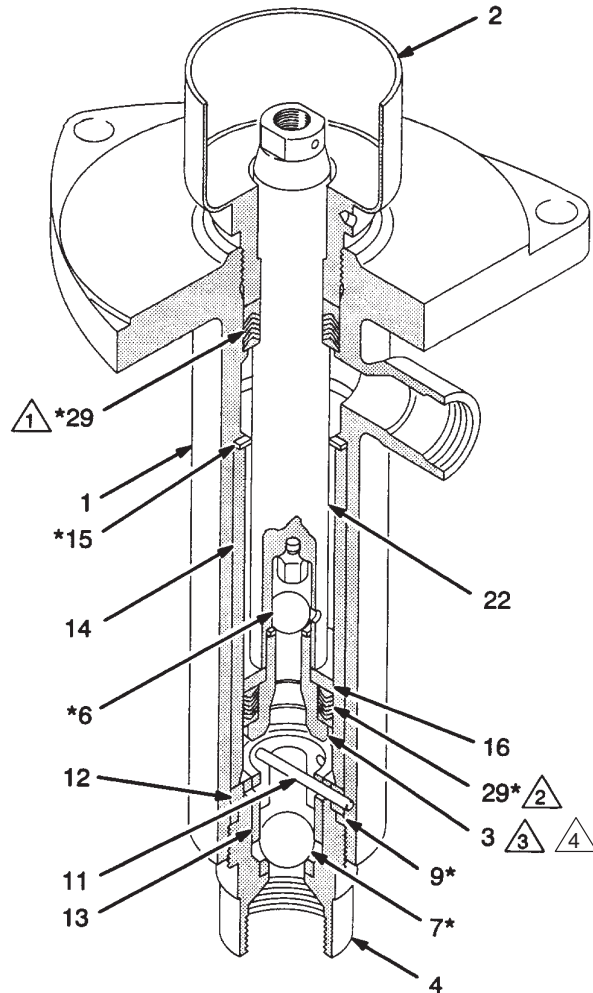

Fig. 4
2. Packungsmutter (2) lösen. Unterpumpe vom Motor abnehmen (siehe separate Betriebsanleitung für die Pumpe)
3. Einlassventilgehäuse (4) aus dem Pumpengehäuse (1) schrauben, siehe Abb. 4. Merken, in welche Löcher der Kugelstopfstift (11) montiert ist, dann Ventil auseinanderbauen und die Ventiltteile reinigen.
4. Kolbenstange (22) herunterdrücken bis die Schlüssel­flächen des Kolbens (3) aus dem Pumpengehäuse (1) herauskommen. Kolben und Kolbenstange gerade aus dem Pumpengehäuse herausziehen, dabei Kolbenstange oder Gehäuse nicht beschädigen.
6. Packungsmutter/Öltasse (2) abnehmen. V-Packung sowie Stütz- und Gegenring aus dem Pumpengehäuse nehmen.
7. Alle Teile gründlich reinigen und auf Beschädigungen, Kratzer oder Verschleiss überprüfen. Die Kugelsitze des Kolbens (3) und das Einlassventilgehäuse (4) dürfen auf keinen Fall Beschädigungen aufweisen. Damit die Pumpe nicht undicht wird, verschlissene oder beschädigte Teile sofort ersetzen. Kratzer oder Unregelmässigkeiten auf der Oberfläche der Kolbenstange (22) oder der polierten Innenfläche des Zylinders (14) können vorzeitigen Packungsverschleiss und Leckagen zur Folge haben. Teile auf Beschädigung überprüfen, indem man mit einem Finger über die Oberfläche fährt oder die Teile ins Licht hält. Bei Verschleiss oder Beschädigung sofort austauschen.
5. Scheibe (16) und Kugel (6*) auf den Kolben montieren, Gewindegewinde auftragen und Kolbensatz in die Kolbenstange (22) hineinschrauben. Mit 203–237 Nm anziehen. Siehe Abb. 4.
6. Kolbenstange (6) einfetten. Stange vorsichtig von unten durch das Pumpengehäuse (1) führen und durch die Halspackung nach oben drücken.
7. O-Ring (9*) und Haltering (12) auf dem Einlassventilgehäuse (4) anbringen. Dann Kugel (7*), Kugelführung (13) und Kugelstoppstift (11) in das Einlassventilgehäuse installieren. Darauf achten, dass der Stift in den gleichen Löchern sitzt wie vor dem Auseinanderbau. Siehe auch "Ventileinstellung". Dann zusammengebautes Teil in das Pumpengehäuse schrauben.